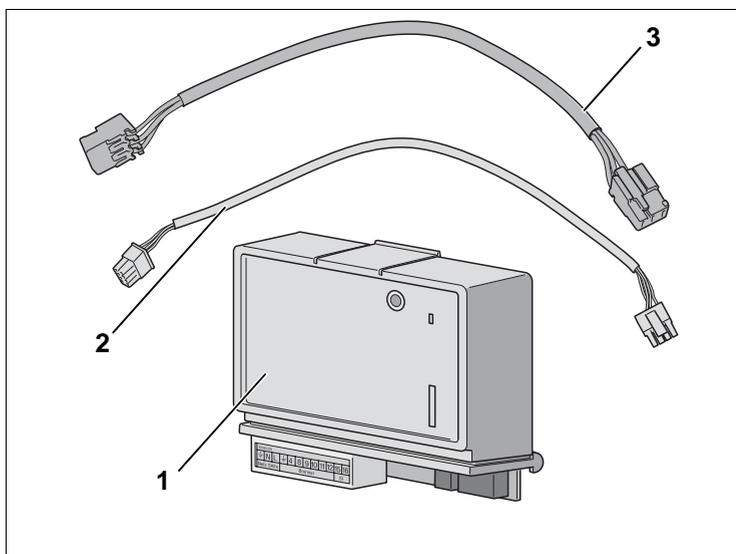

fig. 2 Conteúdo do fornecimento do módulo do queimador externo BRM10
- 1 módulo do queimador externo BRM10, incluindo a ficha do queimador e a ficha SI (fig. 2, **item 1**)
- 1 cabo de Bus SAFe (fig. 2, **item 2**)
- 1 cabo de ligação à rede (fig. 2, **item 3**)